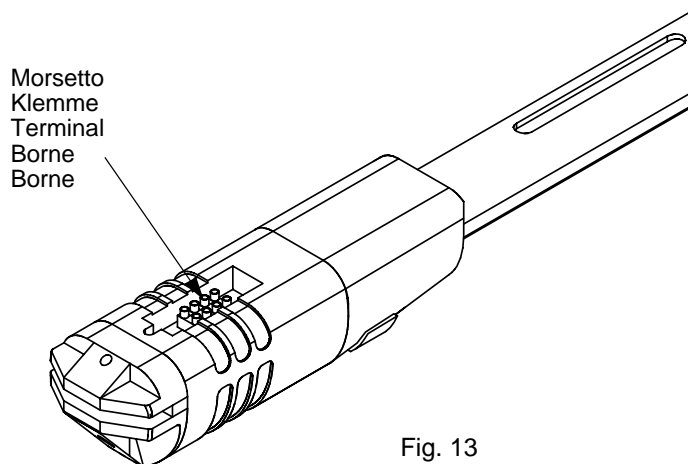

Fig. 13
- ① 1. Den Anschluß an die Klemme, Abb. 13, mit Kabeln durchführen, die einen Durchmesser von mindesten **1,5 mm²** aufweisen, die Drehrichtung des Motors überprüfen und folgendes beachten:
- ① 1. connect up to the terminal of Fig. 13 with a wire whose cross section should at least be equal to **1.5 mm²**, checking motor rotation direction and remembering that:
- ① 1. collegarsi al morsetto di Fig. 13 con cavi di sezione almeno pari a **1.5 mm²** provando il verso di rotazione del motore e ricordando che:
- ① 1. Effectuer la connexion à la borne de la Fig. 13 avec des câbles d'une section d'au moins **1,5 mm²** en essayant le sens de rotation du moteur et en se souvenant que:
- ① 1. conectarse al borne de la Fig. 13 con cables que tengan una sección de al menos **1.5 mm²**, comprobando el sentido de rotación del motor, recordando que: